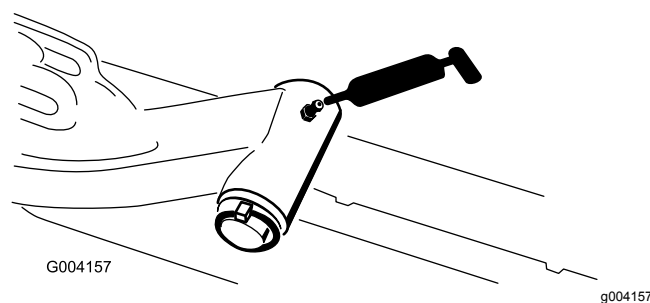

Figura 77
- Eje pivotante del brazo de elevación (1 en cada) (Figura 77)